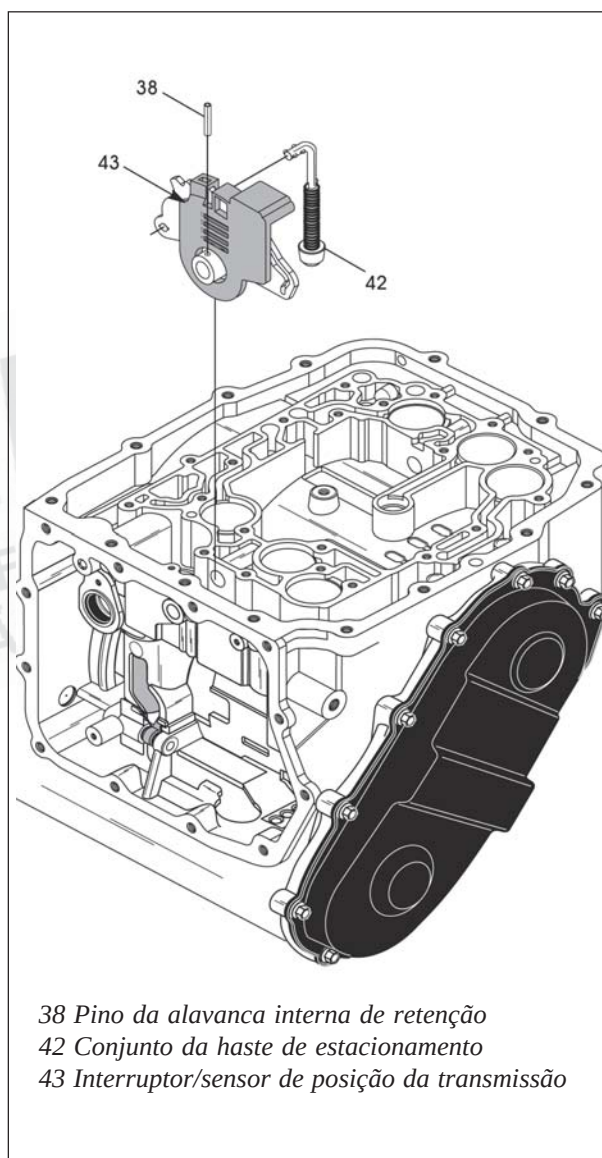

Figura 269
71. Instale a haste de estacionamento na alavanca de retenção, conforme mostra a figura 269.
72. Instale o sensor de posição da transmissão e interruptor na carcaça, conforme indicado pela mesma figura 269, e instale então o eixo manual através da alavanca de retenção interna e na carcaça por detrás dela.